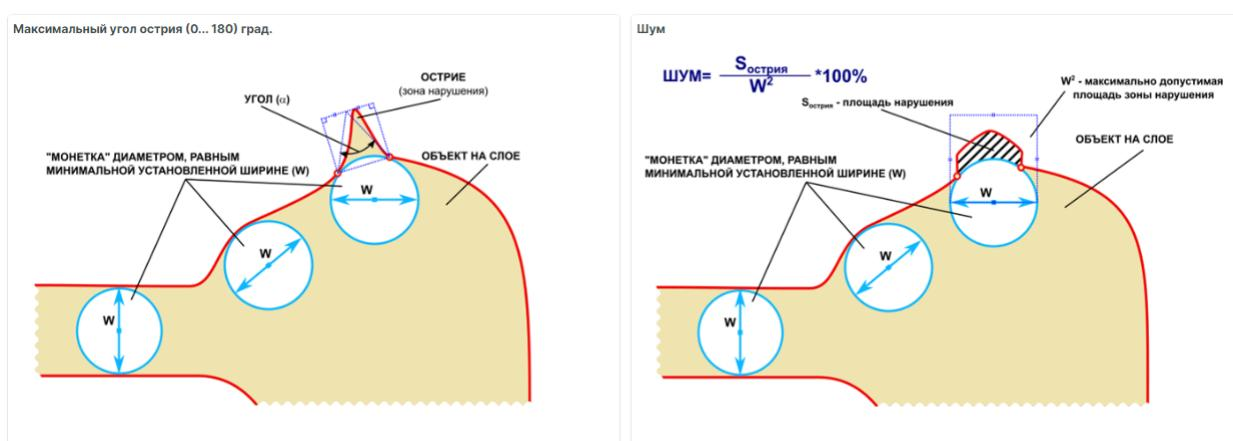

Рис. 386 Максимальный угол остряя и шум
- «Мин. ширина» – проверка узких мест всех элементов, расположенных на слоях печатной платы. В правиле устанавливаются величины: минимальная ширина элементов слоя, максимальный угол остряя ($0^\circ-180^\circ$), шум – отношение площади остряя к квадрату минимальной ширины (0%- 100%), см. Рис. 386.